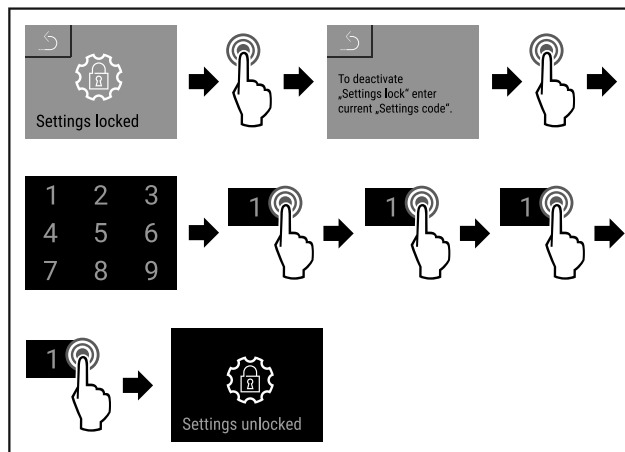

Fig. 89
- Eseguire i passi (vedere Fig. 89).